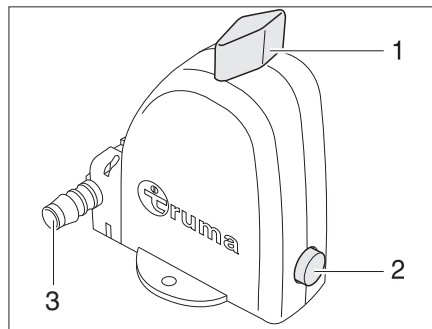

Bild 311 Varmvattenberedarens säkerhets-/avtappningsventil - Driftsläge
Varmvattenberedaren är utrustad med en säkerhets-/avtappningsventil (Bild 311). Säkerhets-/avtappningsventilen gör så att vattnet i varmvattenberedaren inte kallnar när det är frost och värmen inte är påslagen.
- ▷ Säkerhets-/avtappningsventilens tömningsrör (Bild 311,3) måste alltid vara fritt från smuts (t.ex. löv, is).
- Vrid vredet (Bild 311,1) 90° längs mot säkerhets-/avtappningsventilen. Tryckknappen (Bild 311,2) hoppar ut. Varmvattenberedaren töms utåt via tömningsröret (Bild 311,3) på säkerhets-/avtappningsventilen.
- Vrid vredet (Bild 311,1) 90° diagonalt mot säkerhets-/avtappningsventilen.
- Tryck in tryckknappen (Bild 311,2).